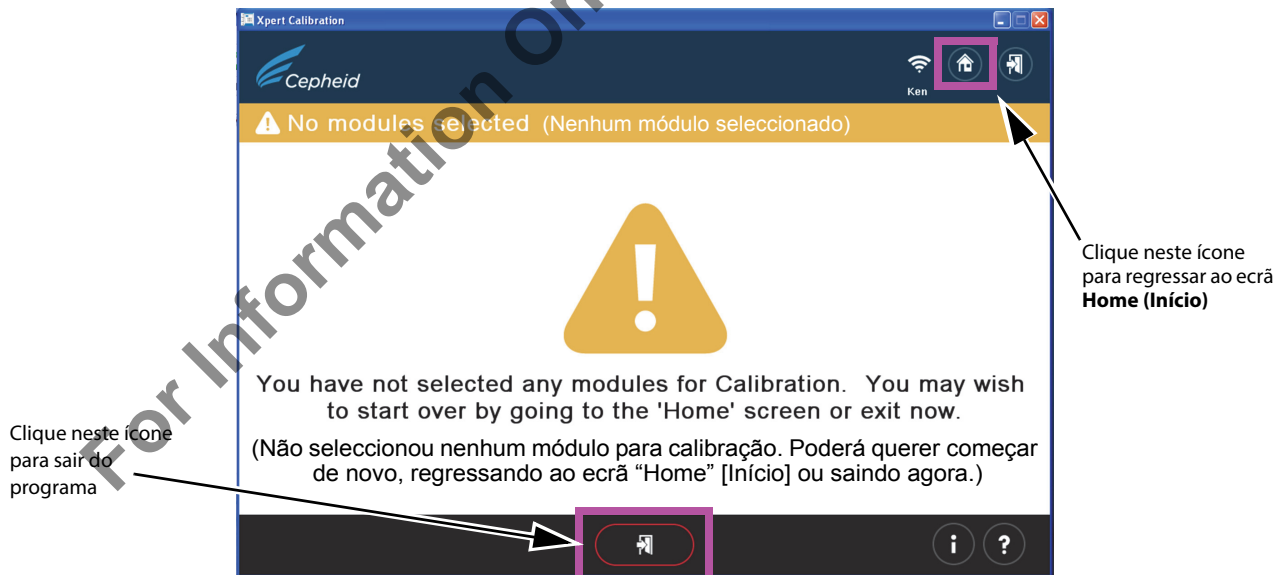

Figura 11. Ecrã de erro — No Modules Selected (Nenhum módulo seleccionado)
13. Se, por engano, todos os módulos tiverem sido excluídos no passo anterior, aparecerá o ecrã seguinte (Figura 11), que o aconselha a começar de novo, regressando ao ecrã Home (Início) ou saindo do programa.